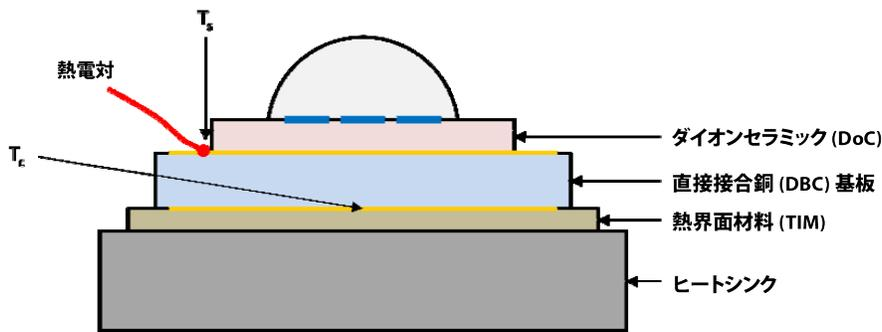

図 8. ヒートシンク上の LUXEON S エミッター (断面図)
- 図 8 に示すように穴をあけ、イソプロピルアルコール (IPA) を使って表面を拭く。
LED のジャンクション温度 T_j を計算する数式は、 $T_j = T_c + R_{\theta_{\text{Junction-case}}} P_{\text{LED}}$ です。この数式で、 T_c は DBC 基板の底面 (図 8 参照) のケース温度、 $R_{\theta_{\text{Junction-case}}}$ はジャンクションとケース間の熱抵抗 (データシート DS80 参照)、 P_{LED} は LED に使われる総電力量です。ケース温度 T_c は直接測定することができないため、Philips Lumileds は代わりに DBC 基板上部の温度 T_s を測定するよう推奨しています (図 8 参照)。温度 T_c と温度 T_s の関係は、実験の結果、 $T_c = T_s - 0.5^\circ\text{C}$ で表されます。